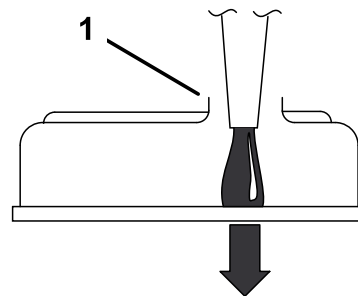

Figure 42
**Important:** Versez l'huile très lentement en prenant soin de ne pas obturer le trou de remplissage (Figure 42). Si vous versez l'huile trop rapidement ou si vous bouchez le trou, l'huile sera refoulée et encrassera les entrées d'air, ce qui endommagera le moteur.